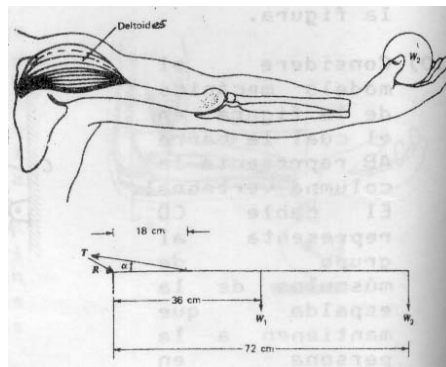

Figura 6.26 Problema 6.26.
- 6.26 El músculo deltoides levanta el brazo hasta la posición horizontal, figura 6.26. Si el peso del brazo es 35N, calcular: el valor de la tensión T ejercida por el músculo, el valor de las componentes de R de la fuerza ejercida por la articulación del hombro.